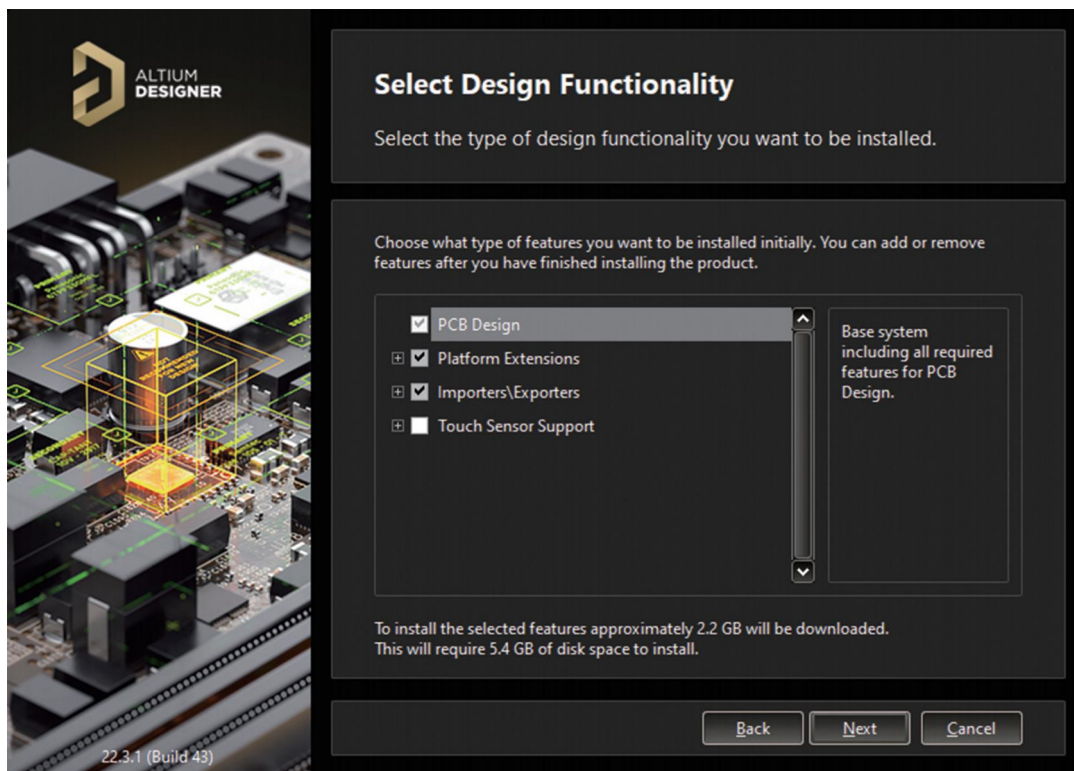

图 1-6 选择安装组件对话框
(4)弹出选择安装组件对话框,如图 1-6 所示,选择要安装的组件,建议选择默认即可,然后单击“Next”按钮。